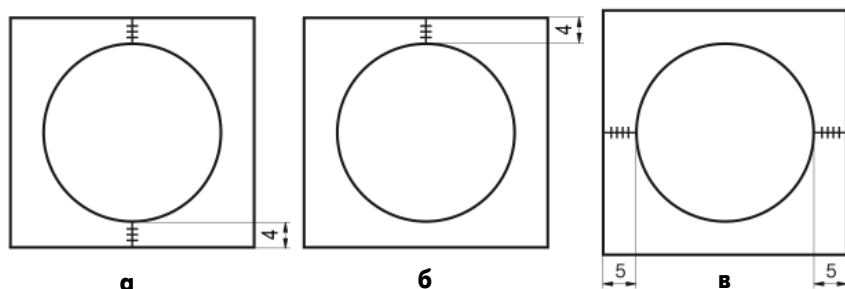

рис. 5
1. Подать на вход сигнал таблицы "Голова льва" в системе PAL (рис.5).
6. Регулируя значение параметра PHS, установить круг в центре экрана (рис.5).